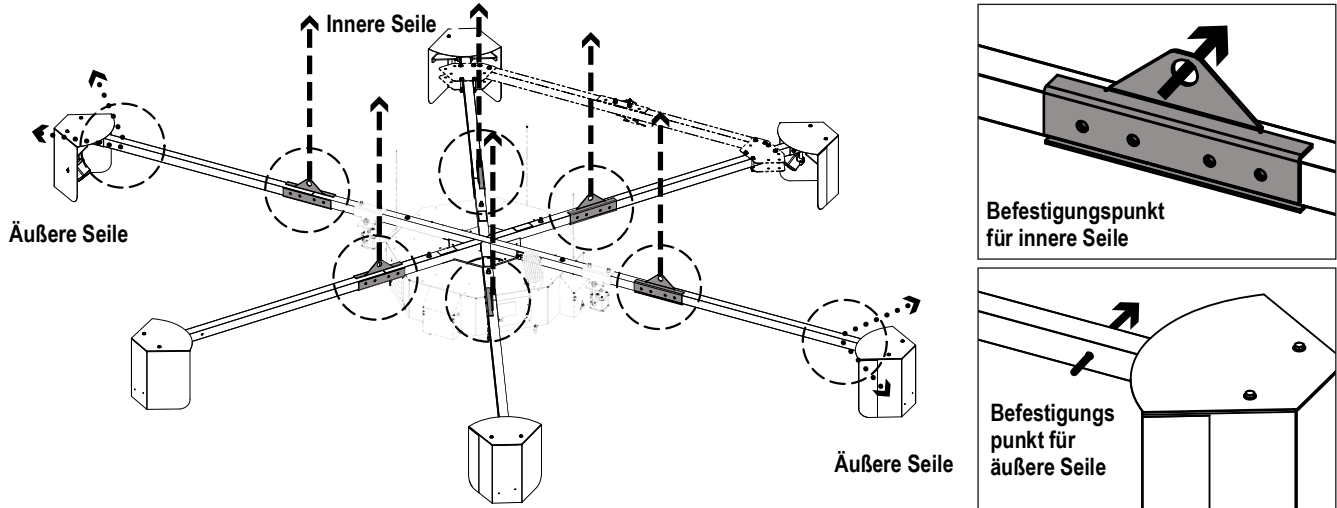

Abbildung 1. iDimension-Montagepunkte
4. Montieren Sie ein Spannschloss (TN 169960) an jedem inneren Seil-Befestigungspunkt des Geräts (Abbildung 1 auf Seite 2).